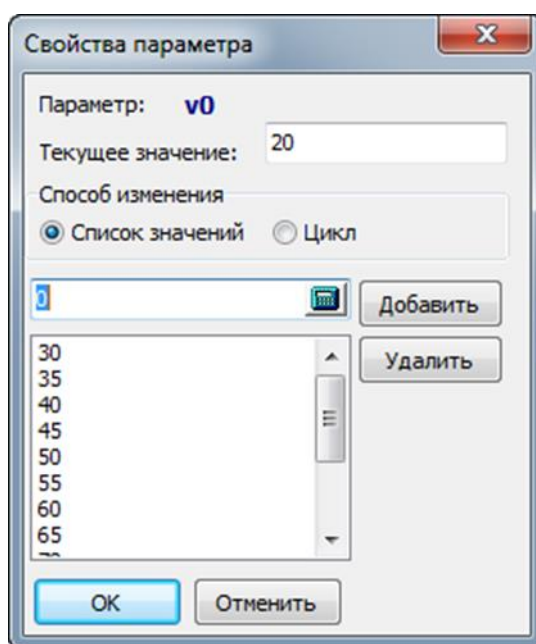

Рис. 3.7. Окно настройки значений параметра
3. В появившемся окне **Свойства параметра** введите значения от 30 до 90 (м/с) включительно с шагом 5 м/с (см. рис. 3.7).